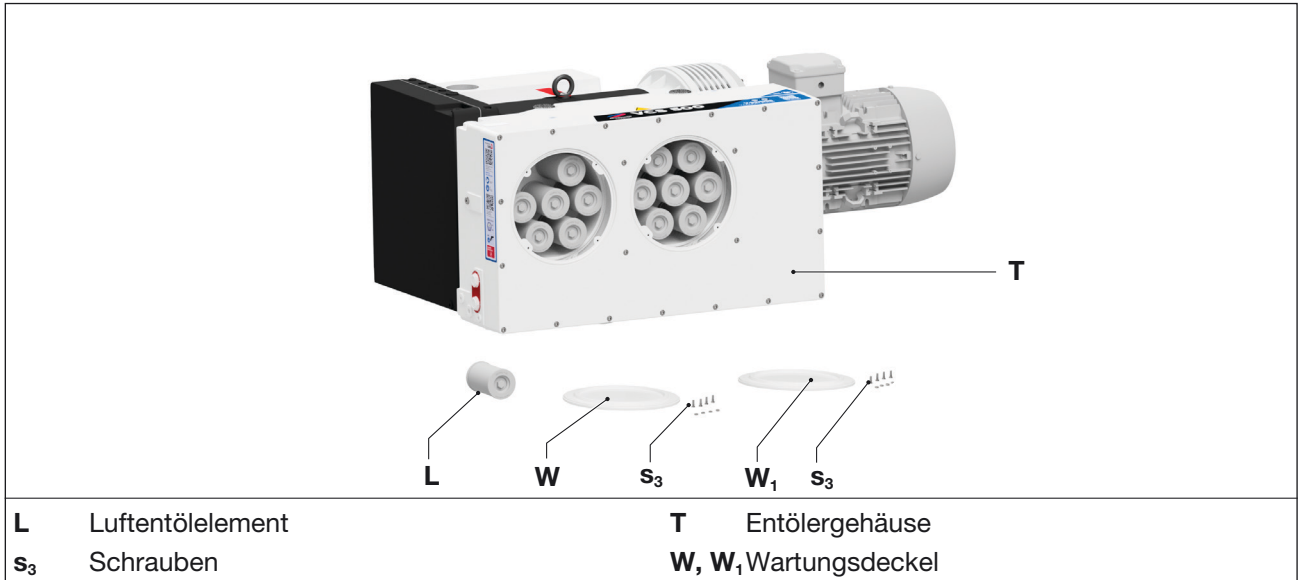

Abb. 10 Luftentölelemente
- Die Schrauben (Abb. 10/s3) an den Wartungsdeckeln (Abb. 10/W, W1) lösen und die Wartungsdeckel abnehmen.
- Alle Luftentölelemente (Abb. 10/L) mit einem Ringschlüssel (Schlüsselweite 19 mm bzw. 3/4“) gegen den Uhrzeigersinn herausschrauben.